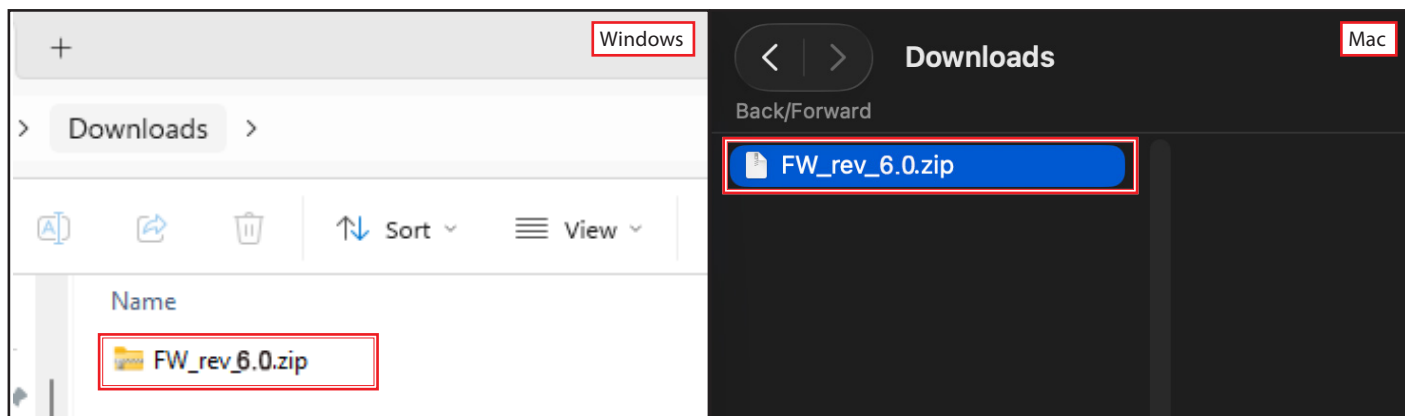

Fig. 6. Individuare e aprire la cartella di destinazione del download.
6. Individuare e aprire la cartella di destinazione del download. Di norma, si tratta della cartella Download. Si veda la Fig. 6.